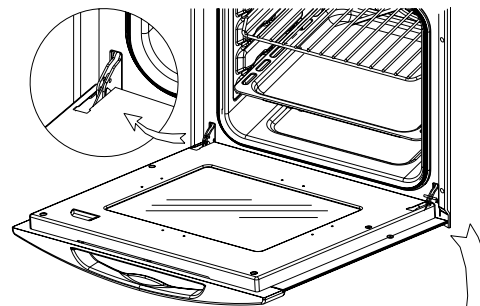

Fig. 8
2. Insérez la broche métallique dans les orifices, comme illustré sur la figure 8.